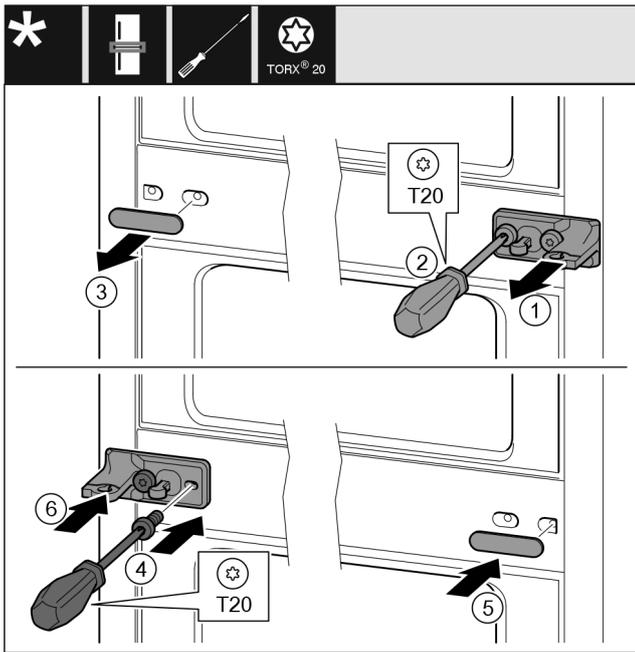

Fig. 33
- ▶ Skinite podložnu pločicu. Fig. 33 (1)
- ▶ Odvijačem T20 odvijte vijke. Fig. 33 (2)
- ▶ Oprezno skinite pokrov. Fig. 33 (3)
- ▶ Čvrsto zavijte podložak ležaja s folijom okrenuto za 180° na drugoj strani. Fig. 33 (4)
- ▶ Postavite pokrov okrenut za 180° na drugoj strani. Fig. 33 (5)
- ▶ Natakните podložnu pločicu s prednje strane. Fig. 33 (6)